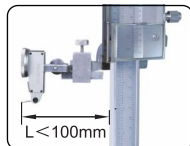

Fig.1
- La distanza tra la sonda del calibro a leva e la scala principale del misuratore di altezza $L < 100$ mm (Fig.1).